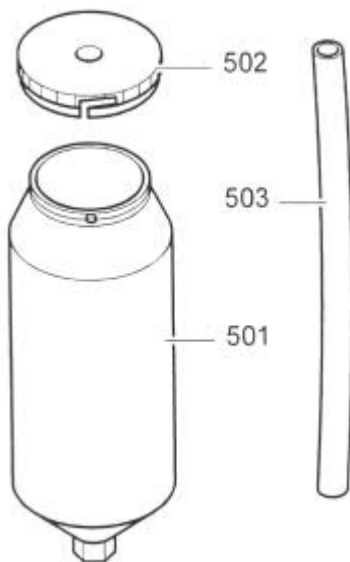

Рисунок 7
Бачок для краски, 2.5 л., в сборе (рисунок 7)	VJ 000 971 0812
- **Бачок для краски, 2.5 л., в сборе (рисунок 7)**